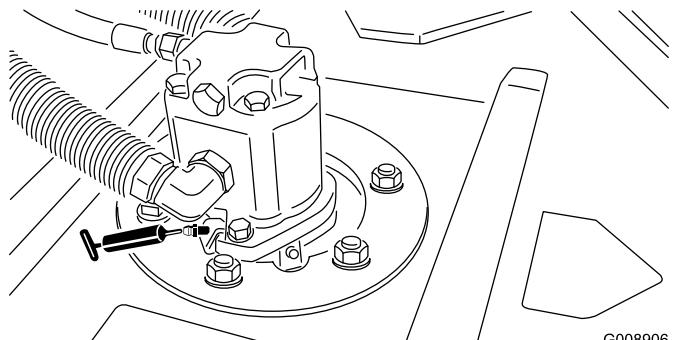

Figura 42
- Cuscinetti dell'asse del perno dell'apparato di taglio (1 per apparato di taglio) (Figura 42)